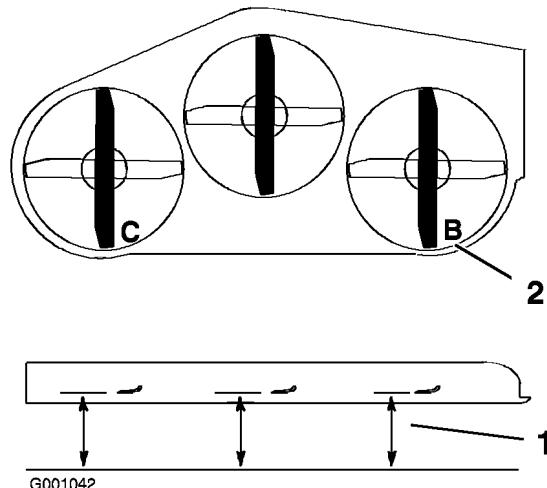

Figure 59
1. Tournez la lame droite dans le sens longitudinal (Figure 59).
2. Mesurez la distance au point **B** entre la surface plane et le tranchant de la pointe de la lame droite (Figure 59).
4. Tournez la lame gauche dans le sens longitudinal (Figure 59).
5. Mesurez la distance au point **C** entre la surface plane et le tranchant de la pointe de la lame gauche (Figure 59).